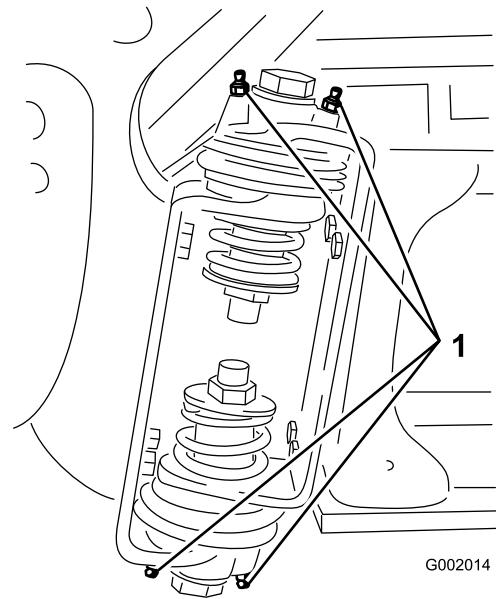

图 73
2. 将润滑脂通过黄油嘴打入到各个轴承或轴套中 (图 73)。